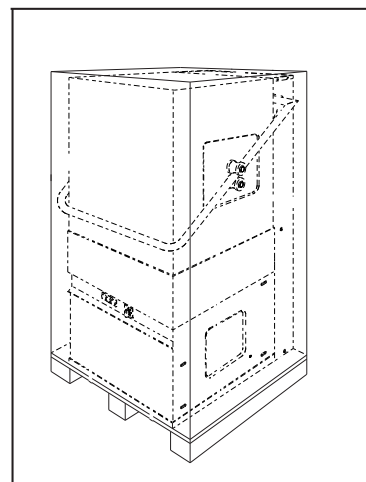

Fig. 2
1. Abrir com cuidado o cartão da embalagem (fig. 2).